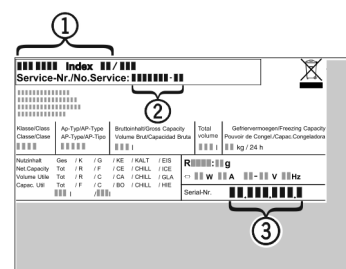

Fig. 11
- ▶ Lugege tüübisildilt maha seadme nimetus Fig. 11 (1), teenindusnr Fig. 11 (2) ja seerianr Fig. 11 (3). Tüübisildil asub seadme vasakul siseselinal.
- ▶ Teavitage klienditeenindust ja edastage viga, seadme nimetus Fig. 11 (1), teenindusnr Fig. 11 (2) ja seerianr Fig. 11 (3).